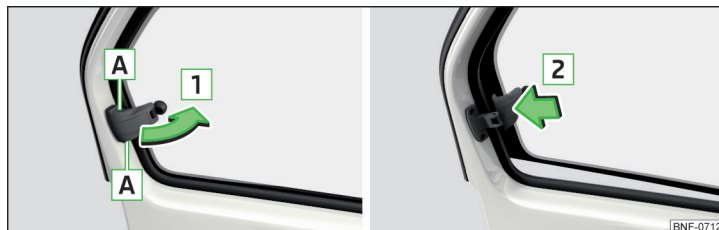

Fig. 34 Ruder bagi: Åbning / Lukning
- › Tag fat i låseanordningen i udskæringen **A** for at **åbne** » Fig. 34.